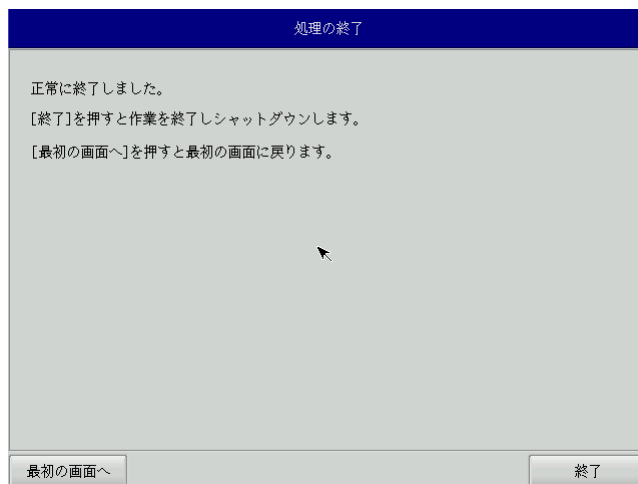

図 6-3-8. 終了画面
- ⑬ 終了画面（図 6-3-8）が表示されるとバックアップ作業は完了です。[終了]ボタンを押して電源を落としてください。